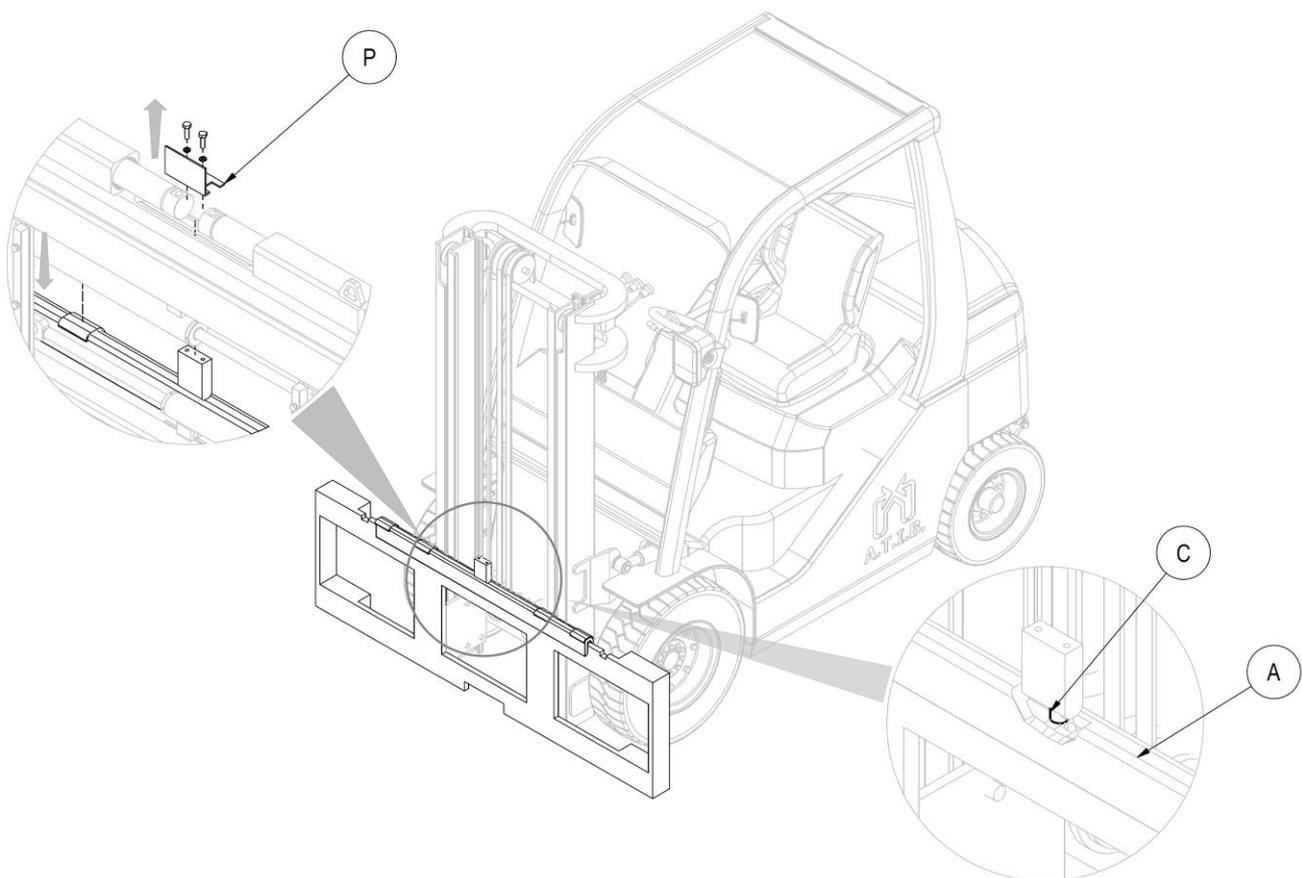

Figura 5
4. Dopo aver rimosso il piegato di protezione (**P**) con le relative viti, prendere manualmente il doppio gancio **A** (con le relative boccole di scorrimento), e posizionarlo sul profilo superiore della piastra porta forche, avendo cura di incastrare il perno di centraggio **C** nella tacca centrale della stessa (vedi Figura 5).